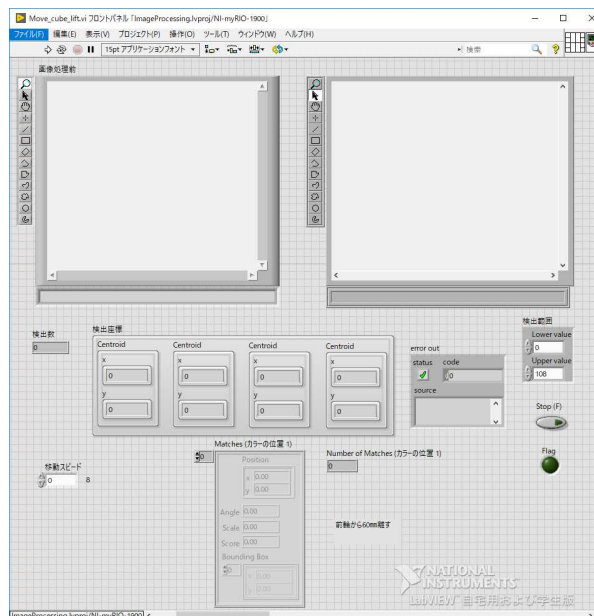
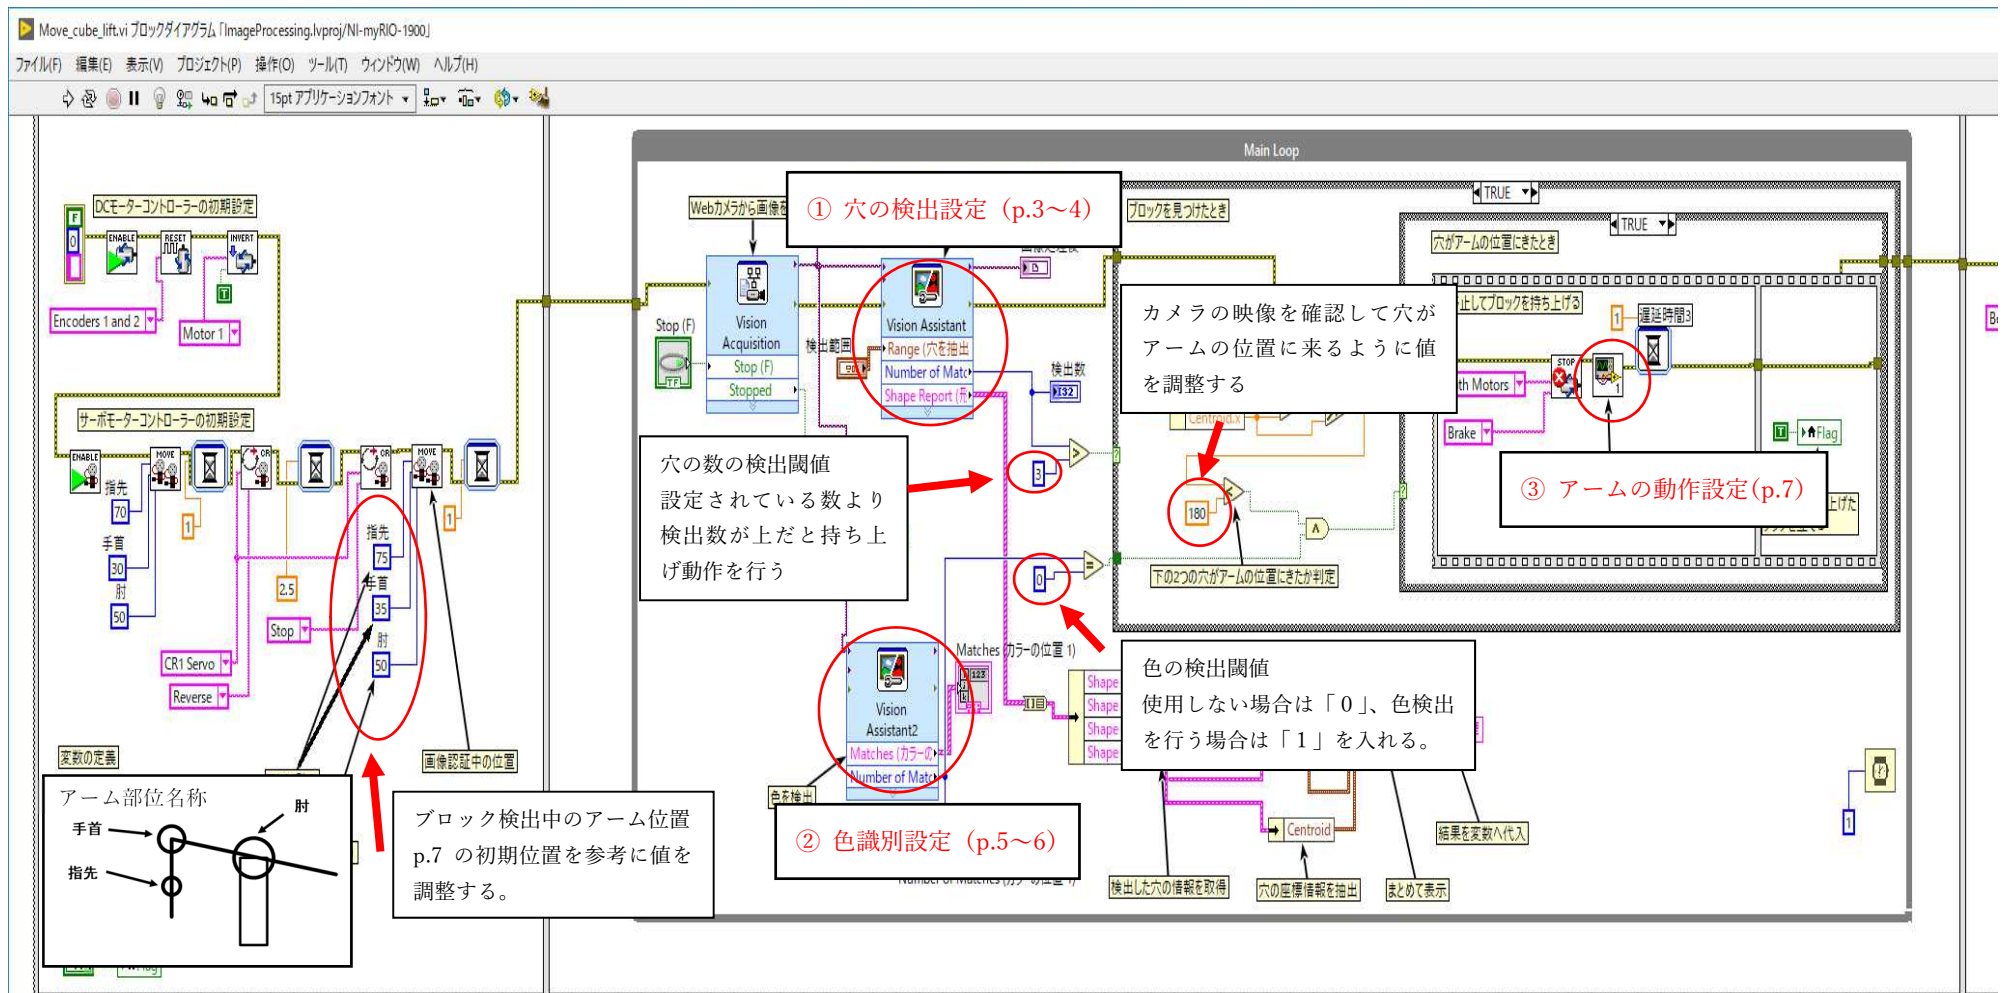
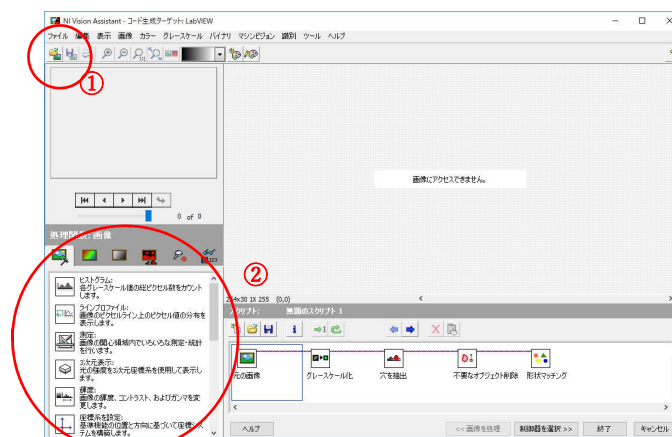

図 2 Move\_cube\_lift.vi のフロントパネル
図3 「Move\_cube\_lift.vi」のブロックダイアグラム
図 4 Vision Assistant の設定画面
- (3) 図 2 に示すような「**Move\_cube\_lift.vi**」のフロントパネルが表示されたら、CTRL キーと E キーを同時に押して、図 3 に示すような「**Move\_cube\_lift.vi**」のブロックダイアグラムを表示する。
(4) 図3にはプログラムの設定箇所を記してある。各赤丸で囲った箇所の調整を行い、ブロックの持ち上げプログラムを完成させる。
(1) 図 3 に示すブロックダイアグラムの赤丸①で囲まれた「Vision Assistant」をダブルクリックして、図 4 に示すような画面を開く。
(2) メニューバーの「ファイル」から「画像を開く」をクリックし、先ほど保存した画像ファイルを開く（図 4 の①参照）。
1. 始めに画像のグレースケール化を行う。画面左下の処理関数：カラーのカラープレーン抽出を選択し、「HSV-明度(V)プレーン」に設定し、OK ボタンをクリックする（以下、図 4 の②番参照）。